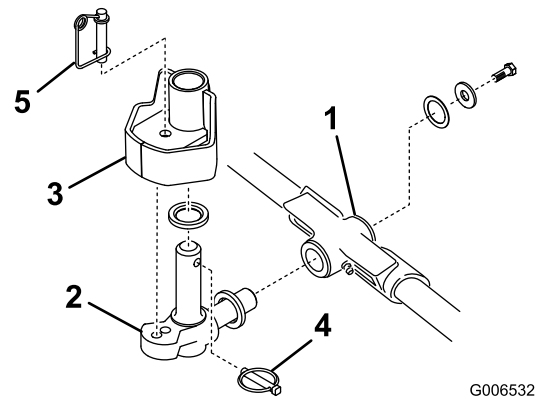

図 17
- スラストワッシャを、ピボットナックルの水平シャフトに差し込む(図 17)。
- ピボットナックルの水平シャフトをキャリアフレームの取り付け穴に差し込む(図 17)。
- スラストワッシャ、平ワッシャ、フランジヘッドネジを使って、ピボットナックルをキャリアフレームに固定する(図 17)。
- ピボットナックルの垂直シャフトにスラストワッシャを差し込む(図 17)。
5. ピボットナックルの垂直シャフトを外している場合には、ここで昇降アームのピボットハブに差し込む (図 17)。昇降アームのステアリングプレートの下にある 2 枚のゴム製センターリングバンパーの間に、ピボットナックルを挟む。
6. ピボットナックルのシャフトに付いている穴にリンチピンを差し込む (図 17)。
注 カッティングユニットを固定モードで使用するには、ステアリングロックピンをピボットナックルの取り付け穴に差し込んでください (図 17)。
11. ステアリングロックピンの下にスプリングを掛ける (図 17)。